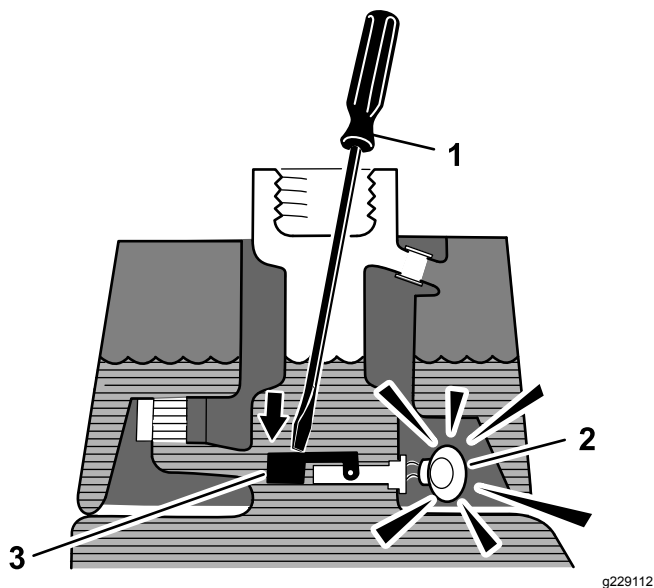

Figura 40
3. Inserite un'asta o un cacciavite puliti nel collo del bocchettone e spingete delicatamente verso il basso l'interruttore di flottazione (Figura 40); l'allarme dovrebbe suonare dopo un ritardo di 1 secondo.